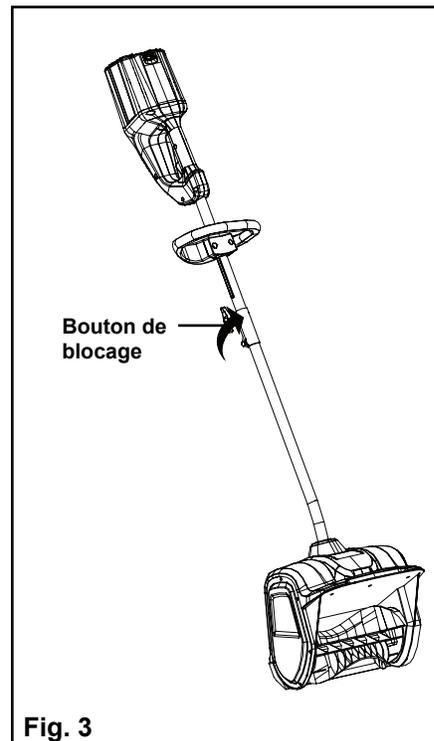

Fig. 3
- Tournez le bouton de blocage dans le sens horaire jusqu'à ce que celle-ci soit fermement serrée. (Fig. 3).